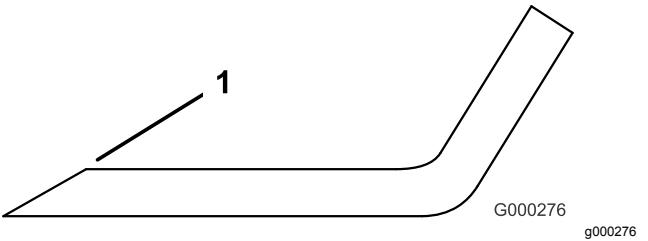

Bild 119
- 3. Prüfen Sie die Schnittkanten aller Messer und schärfen die Kanten, wenn sie stumpf sind oder Kerben haben (Bild 119).
Hinweis: Schärfen Sie nur die Oberseite der Schnittkante und behalten Sie den ursprünglichen Schnittwinkel bei, um die Schärfe des Messers zu gewährleisten (Bild 119). Das Messer bleibt ausgewuchtet, wenn Sie die gleiche Menge Metall von beiden Schnittkanten entfernen.